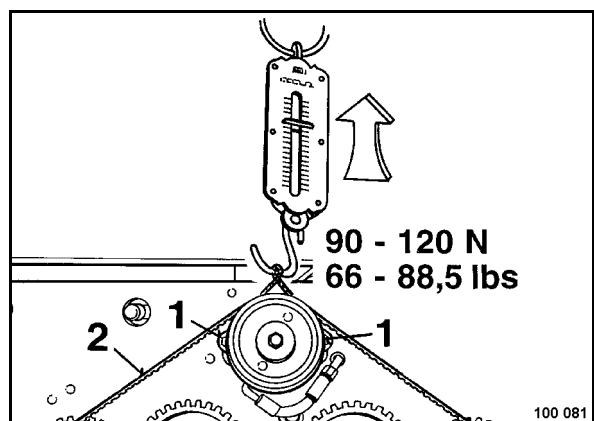

рис. 67
- Ослабить два крепежных винта 1 (рис. 67) к муфте.